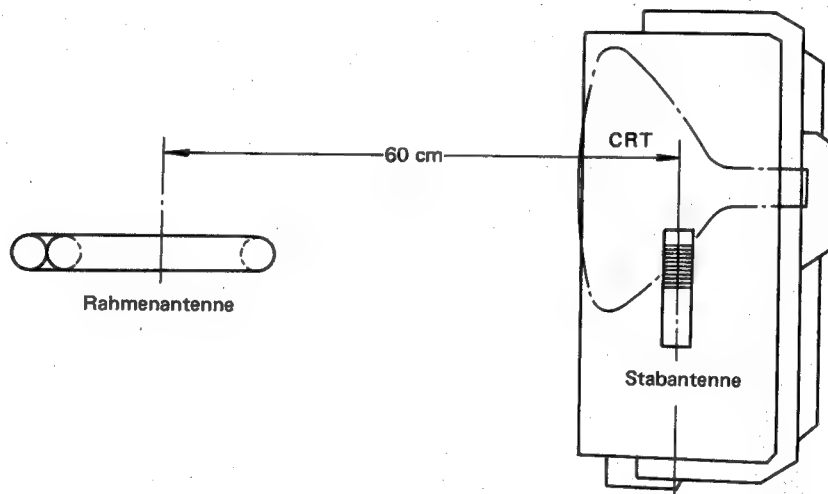

Abbildung 17.
2. Eine normale Rahmenantenne an den Meßsender anschließen und die Rahmenantenne und MW-Spule der Stabantenne in die in Abb. 17 gezeigte Lage bringen.
3. Eine normale Rahmenantenne an den Meßsender anschließen und die Rahmenantenne und LW-Spule der Stabantenne in die in Abb. 17 gezeigte Lage bringen.